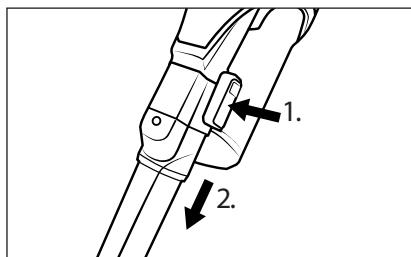

Abb. 15
- ◆ Zum Entfernen des Zubehörs halten Sie die Entriegelungstaste am Zubehör gedrückt und ziehen Sie dann das Zubehör vom Saugrohr ②3 oder von der Saugöffnung des Gerätes ab (siehe Abb. 15).